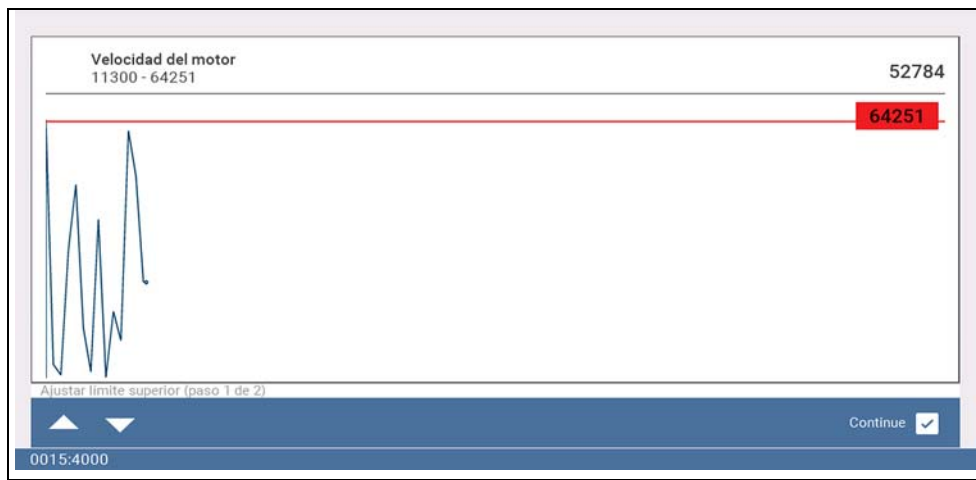

Figura 4-25
Se muestra un gráfico del PID resaltado y los iconos de configuración (Figura 4-25).
El punto de activación superior debe configurarse primero. Se muestra una línea horizontal roja en el gráfico de datos (Figura 4-25) que representa el punto de activación superior.
4. Use los iconos de flecha de la barra de herramientas inferior (Figura 4-25) o los botones de flecha hacia arriba ▲ y hacia abajo ▼ para cambiar la posición del punto de activación superior.